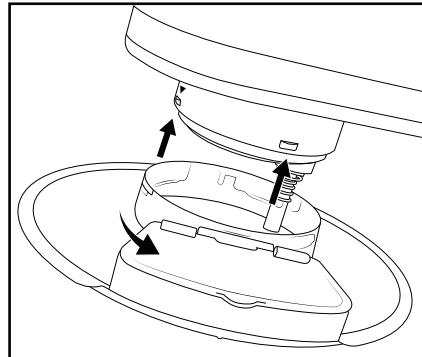

Fig. 1
- 1) Apăsați în sus maneta de deblocare ② și aduceți brațul pivotant ① în poziția cea mai înaltă.
- 2) Montați capacul ⑨ pe brațul pivotant ①:
- Așezați capacul ⑨ astfel încât săgeata ▼ de pe brațul pivotant ① să fie orientată spre mijlocul săgeți  de pe capac ⑨ (fig. 1). Accesorul de umplere ⑧ trebuie să fie orientat spre partea frontală a aparatului.
- Rotiți capacul ⑨ în sens antiorar (direcția ) până se fixează.